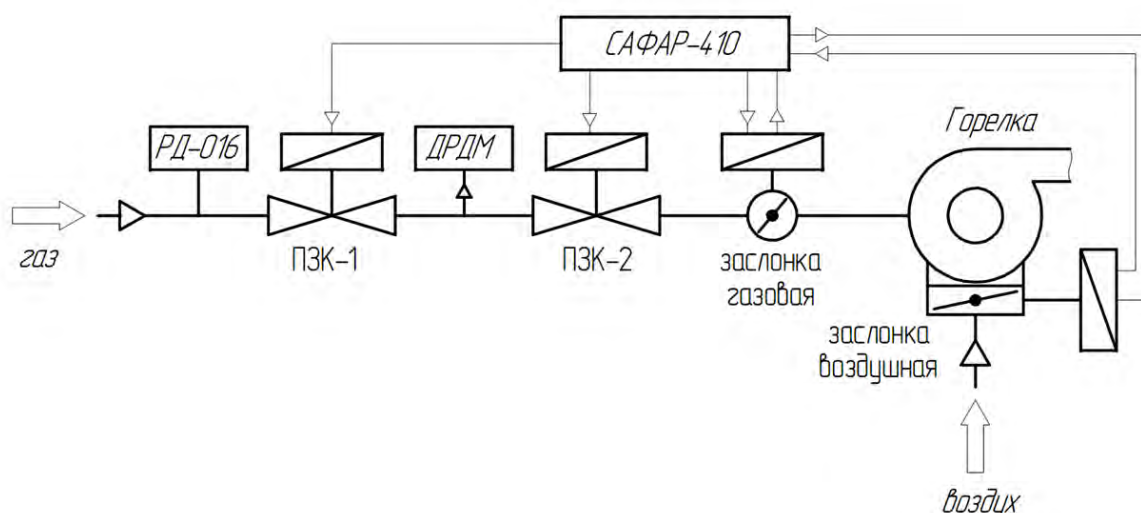

Рисунок 1.14 - Функциональная схема контроля герметичности блока клапанов без запальника.
3. Контроль герметичности. Проводится во время вентиляции. Открывается временно ПЗК-2 (Рисунок 1.14) на 2.5 секунды для соединения с атмосферой – в зависимости от состояния горелки возможен сброс межклапанного объема газа через горелку в пределах допустимого по ГОСТ 34317-2017 (ЕН 1643:2014) п.7.101.2.- 0.083 % от номинального часового расхода потребляемого горелкой газа. (см. Приложение 11). Выдерживается время Тпзк1 (по умолчанию 30 с), за это время контролируется состояние реле контроля герметичности ДРДМ – настроен на 50 % давления перед ПЗК-1. Если реле перейдёт за счет натекания газа через ПЗК-1 в активное состояние в виде замыкания контактов, выдаётся блокировка о негерметичности отсечного клапана ПЗК-1. Если контакты реле остались в разомкнутом положении контроль герметичности переходит на 2 этап.